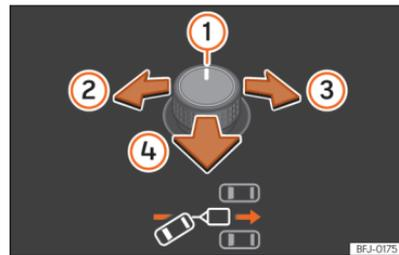
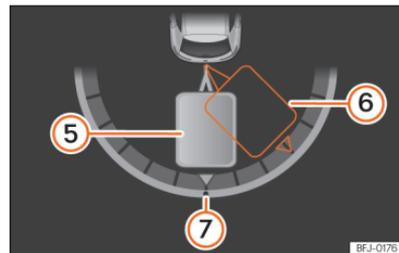

Fig. 172 Comando giratório dos retrovisores exteriores: ajustar o ângulo do reboque.
Fig. 173 Ecrã do painel de instrumentos: na marcha-atrás.
Legenda da >>> Fig. 172 , >>> Fig. 173:
- Rode o comando giratório até atingir a direção desejada »» Fig. 172. No ecrã do painel de instrumentos aparece, a modo de orientação, uma representação do conjunto veículo trator e reboque na posição atual »» Fig. 173.